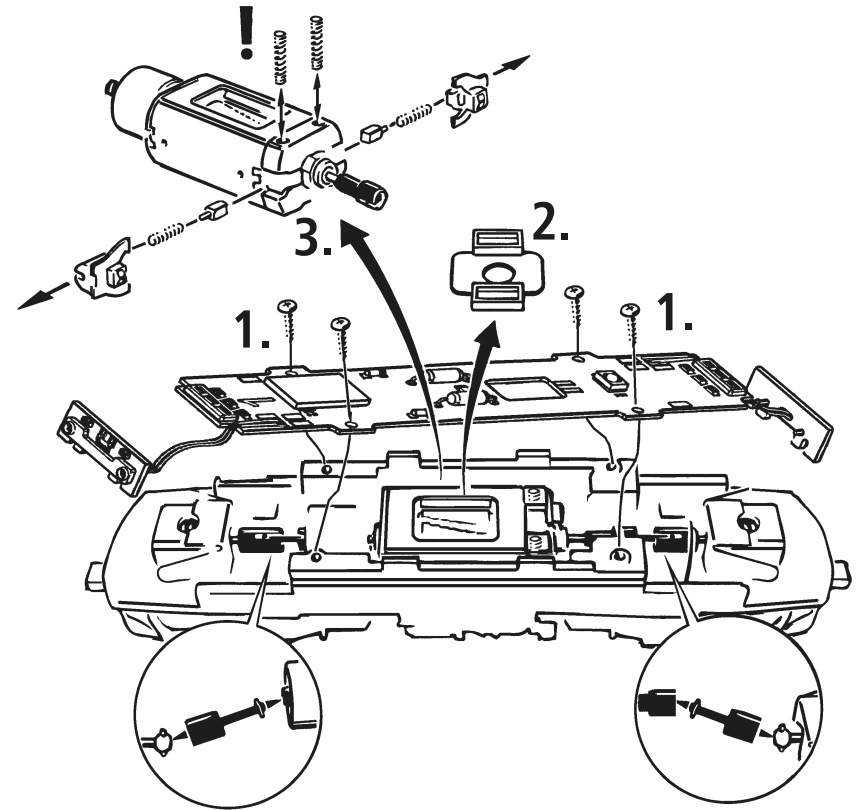

Fig. 9
siehe Fig. 9
**A.C. operation:** see fig. 9
**Växelströmsversion:** se fig.9